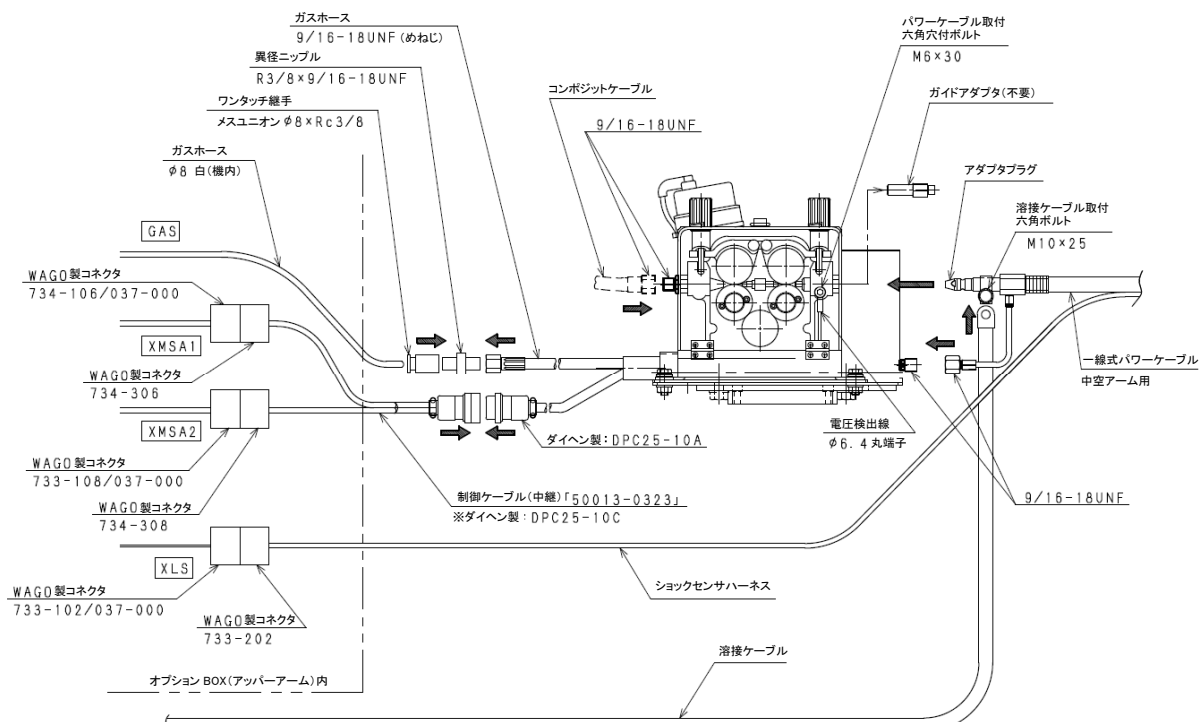

図 1.9 制御ケーブルおよびガスホースの接続(BA006N/L)
2. 図 1.9を参考にオプションBOX内ケーブル付属のコネクタ(XMSA1, XMSA2)と制御ケーブル(中継)(オプション)を接続してください。また、オプションBOX内のガスホースを取り出し、異径ニップル(オプション)・ワンタッチ継手(オプション)を取り付け、ワイヤ送給装置のガスホースと接続してください。